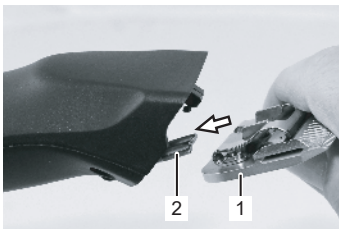

Fig. 17
6. Monter det foretrukne skærehovedet på bladhængslet og vip det på plads på den tændte klipper med et let tryk (fig. 17, 18, 19).